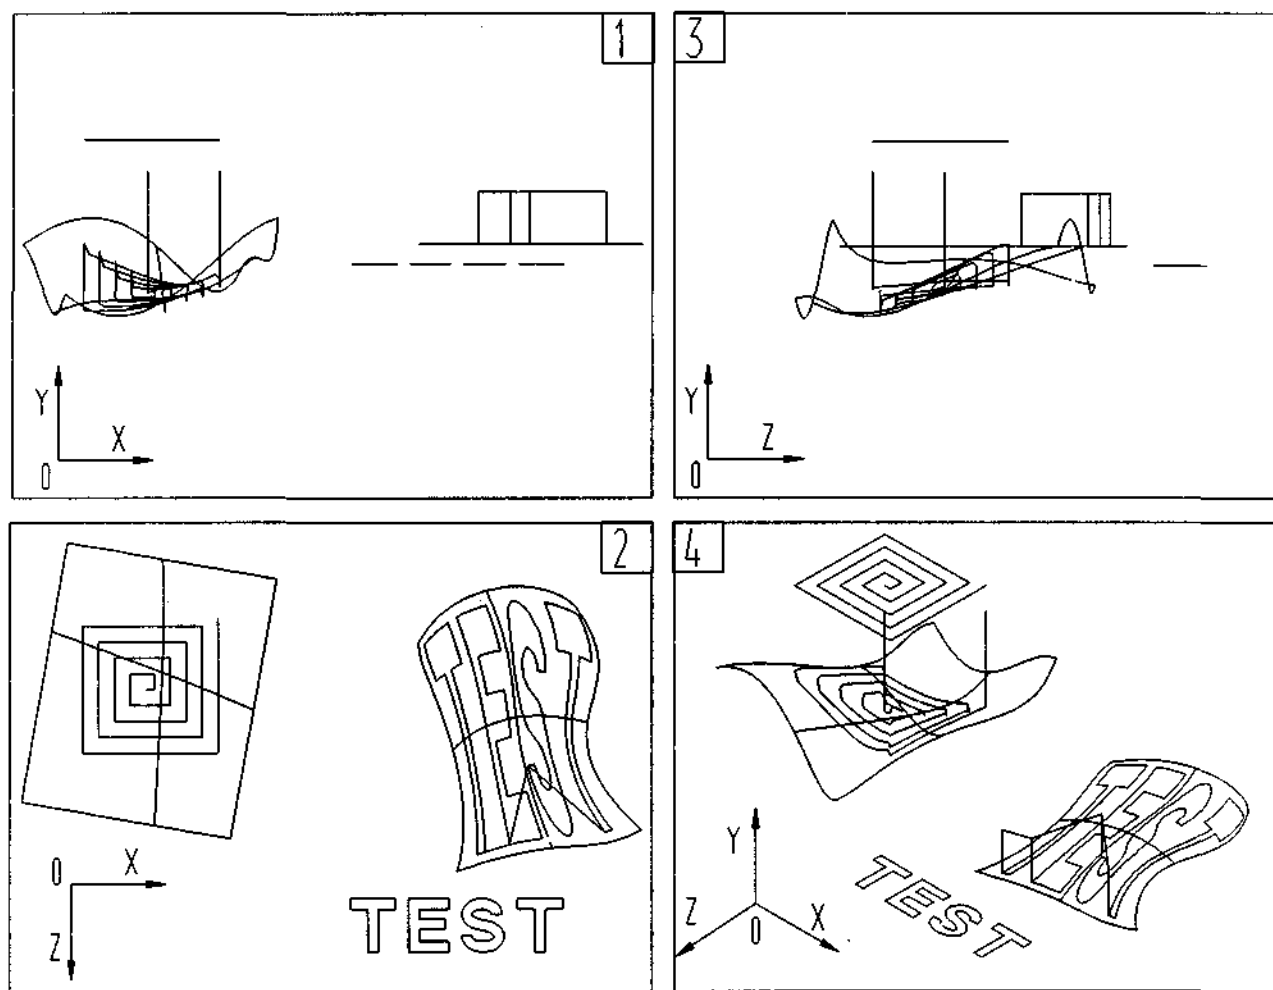

Рис. 15. Траектория движения инструмента при машинной обработке путём проецирования или отображения цепочки
При вводе **UNDO** и нажатии **Enter** команда **UNDO** убирает желтую траекторию, и на экране остается первоначальный чертеж (рис. 15):
**MAP** заставляет систему выдавать запросы на цепочку для отображения на поверхность. Цепочка должна лежать в плоскости XY, как на виде 1, находиться над поверхностью и полностью вписываться в ее границы. Появляется сообщение *Indicate Surfaces to Machine* (определите поверхности для обработки). Здесь нужно выбрать зеленую поверхность (**d1**), нажать клавишу (;), в результате появится сообщение *Dig string* (укажите цепочку). После ввода **WIN** и прямоугольного окна (**d2 d3**) вокруг красного (цвет 9) слова TEST включаются все цепочки. При нажатии **Enter** система рассчитает траекторию в соответствии с введенными параметрами с учётом использования по умолчанию ключа **PERCENTAGE .9** (рис. 15).